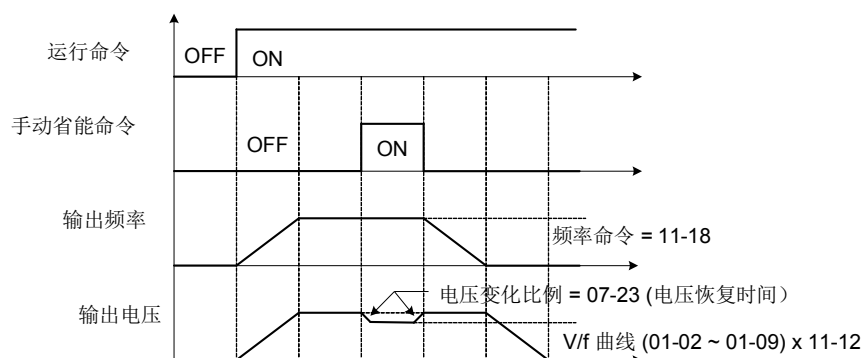

图 4.3.85 手动节省能源操作
(1) 手动节省能源增益(11-12).
(2) 手动省能源频率(11-18)
- .当该参考频率大于 11-18 和电机速度是在允许范围内，则手动省能源命令启动。参考下图 4.3.85 手动省能源操作。